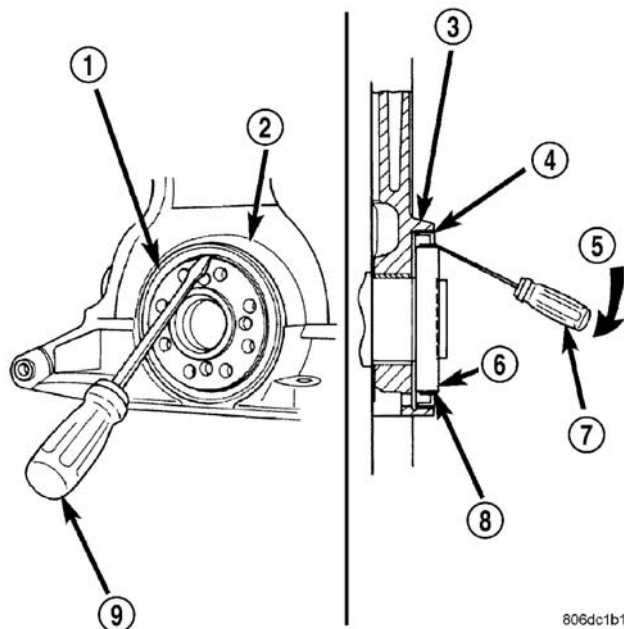

图 67 曲轴后油封-拆卸
(1) 拆卸变速桥。请参阅[变速桥与动力传动装置]，查询程序内容。
(2) 拆卸弹性板。(请参阅第 9 单元-发动机/发动机体/弹性板-拆卸)
(3) 在曲轴密封的防尘凸沿与金属箱之间，插入一支 3/16 的平板式撬开工具。穿过密封防尘凸沿，将撬开工具塞入金属箱密封处，调整工具角度(图 67)。撬开密封。